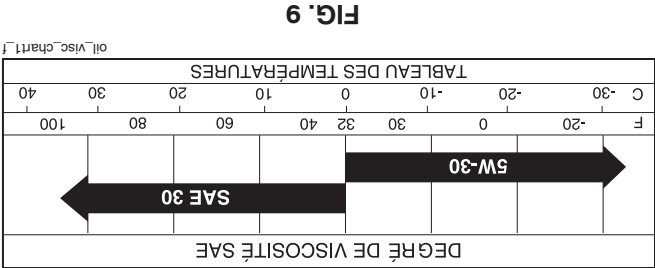

FIG. 9
- (Voir les Figs. 9 et 10) - SG-SL.